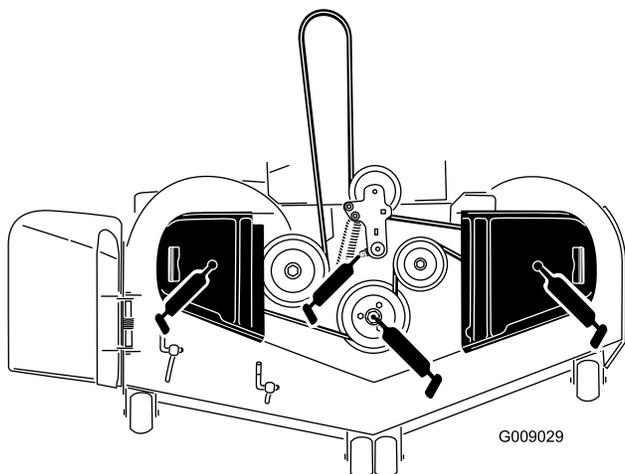

Figura 40
3. Engrase el pivote de la polea tensora de la carcasa del cortacésped hasta que salga grasa por el extremo inferior (Figura 40).
4. Engrase los 3 cojinetes de los ejes hasta que salga grasa de las juntas inferiores (Figura 40).
5. Engrase el brazo tensor de la correa de transmisión (Figura 40).